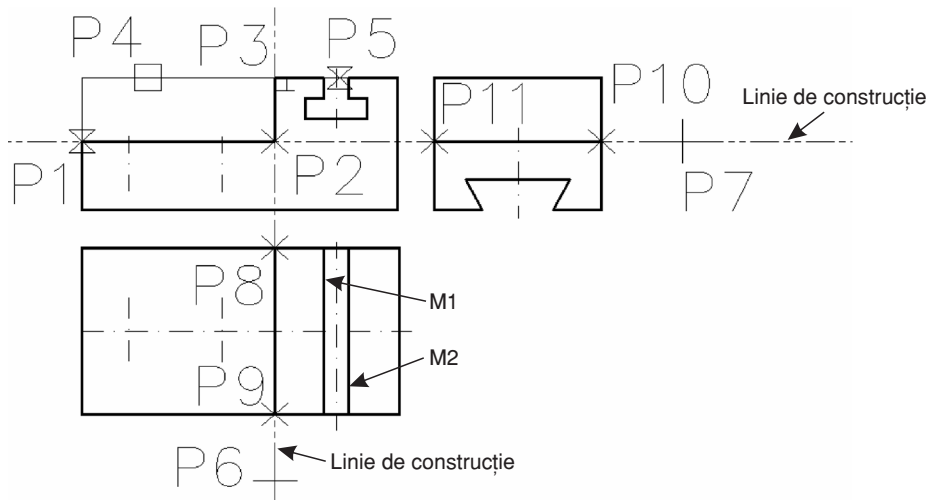

Fig. 6.7 Exercițiul 6.3 – pasul 4
- Pasul 4. Se completează muchiile vizibile în cele trei proiecții, ca în Fig. 6.7.